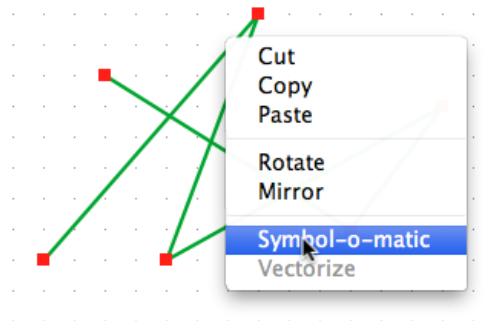

Figura 2.22.: Il menu popup che appare cliccando con il tasto destro permette di trasformare un disegno in un simbolo
- Selezionare ciò che si è disegnato e cliccarci sopra con il tasto destro. Apparirà un menu popup, come in figura 2.22.